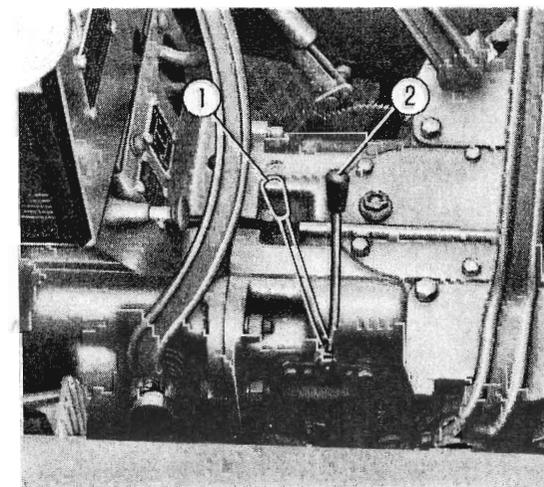

Fig. 6. - Leva comando innesto presa di forza e puleggia motrice.
12. **Leva comando innesto presa di forza e puleggia motrice:** le posizioni di questa leva sono illustrate nella fig. 6; prima di spostarla disinnestare la frizione centrale e attendere qualche istante.